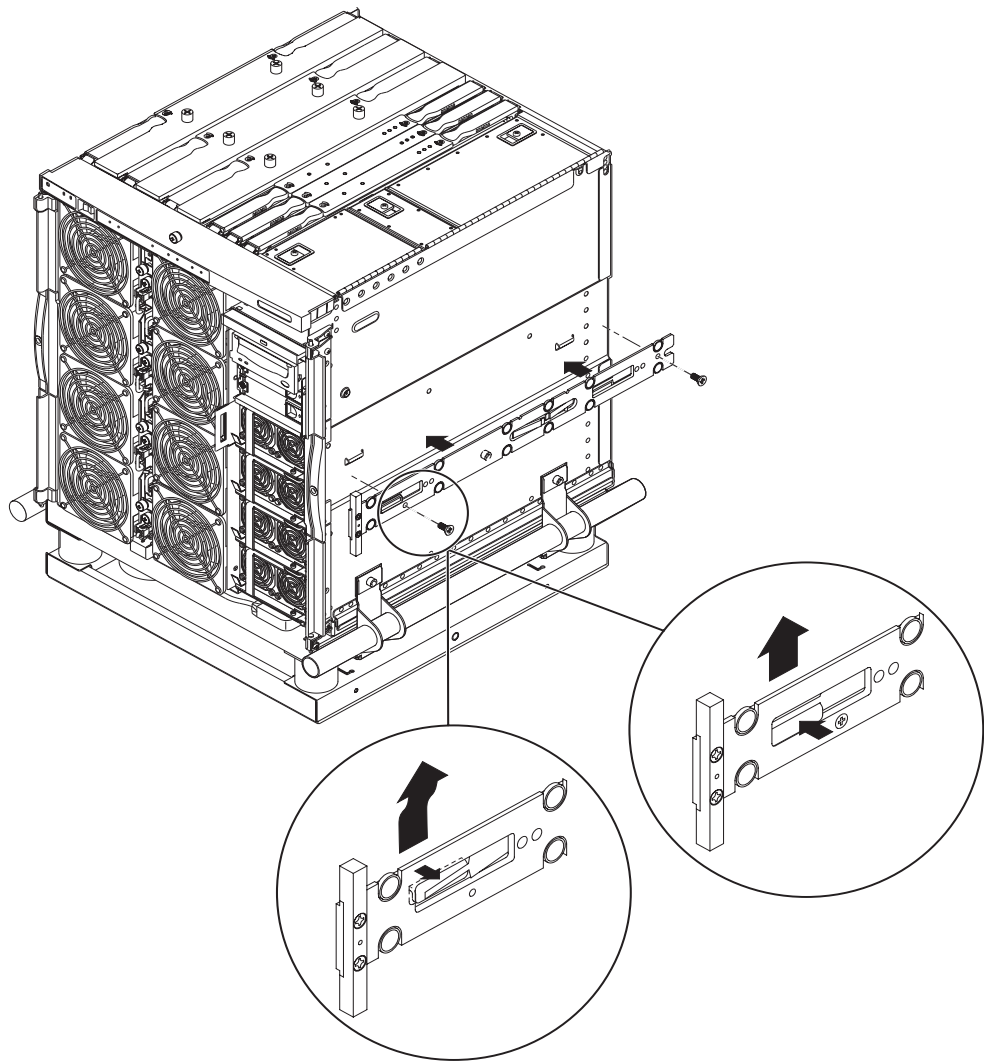

図 1-2 ばね式のクリップおよび切り込み
2. システム側にある位置決め爪がスライドの切り込みにはめ込まれるように、スライドを押し上げます (図 1-2)。